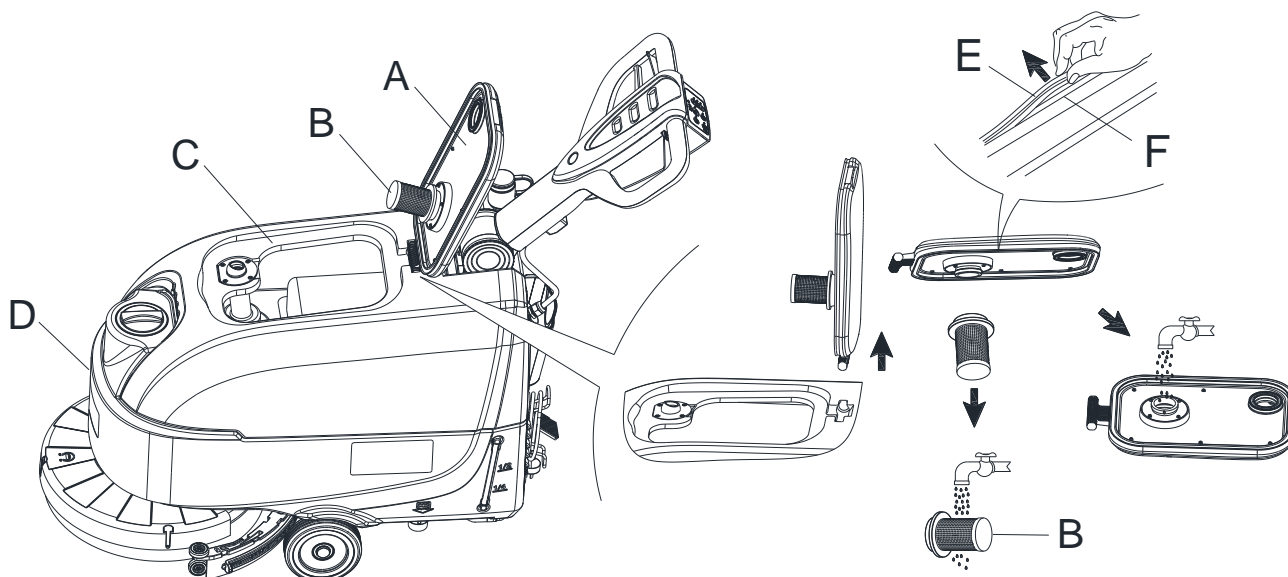

Figura 6
23. Compruebe si la superficie de contacto de la tira de sellado (E) está en buenas condiciones y si el sellado es suficiente. Si es necesario, saque la tira de sellado del depósito a través de la ranura (F) y reemplácela. Coloque una nueva tira de sellado como se muestra en la Figura 6, la junta debe estar de vuelta en la zona media.
24. Cierre la tapa del depósito de recuperación (A).